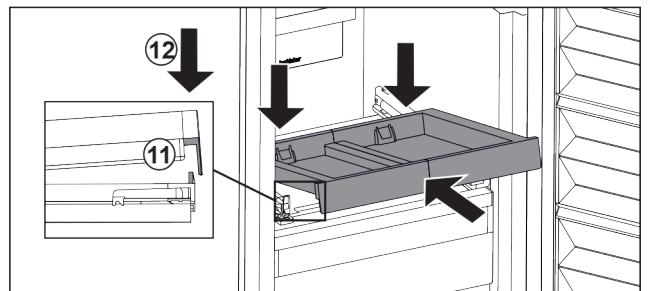

Fig. 84
- ▶ Inserați-l oblic. Aveți în vedere ca opritorul să fie în spatele lamelei pe ambele părți. Fig. 84 (11)
- ▶ Depuneți raftul extractibil în față. Fig. 84 (12)